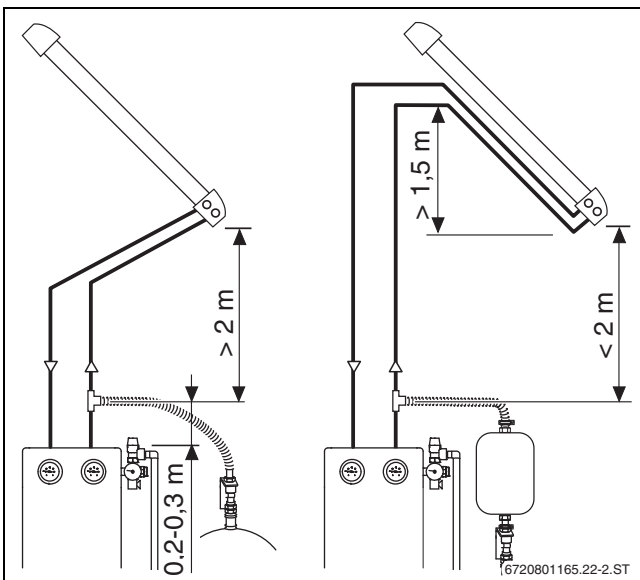

Рис. 10 Расстояние до поля коллекторов (SKR)
- Возле поля коллекторов сделайте "мешок" из подающего и обратного трубопроводов высотой не менее 1,5 м (→ рис. 10).